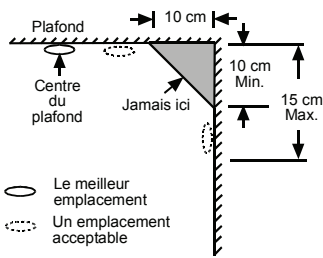

Figure 8. Emplacements recommandés pour une installation optimale et acceptable des détecteurs de fumée
- Installez des détecteurs de fumée aussi près que possible du centre du plafond. Si cela n'est pas pratique, placez le détecteur au plafond en respectant une distance d'au moins 10 cm (4 inches) de chaque mur ou angle, comme illustré dans la figure 8.
- Si le montage au plafond n'est pas possible, mais qu'un montage mural est agréé par la réglementation locale, placez les détecteurs à une distance de 10 à 15 cm (4 - 6 inches) du plafond ; reportez-vous également la figure 8.
- dans les espaces sans circulation d'air comme cela est souvent le cas de la partie haute d'un plafond qui comporte un faite ou dans les angles entre plafond et murs. La non-circulation de l'air peut empêcher la fumée d'atteindre un détecteur. Cf. figures 8 et 9 pour les emplacements de montage recommandés.